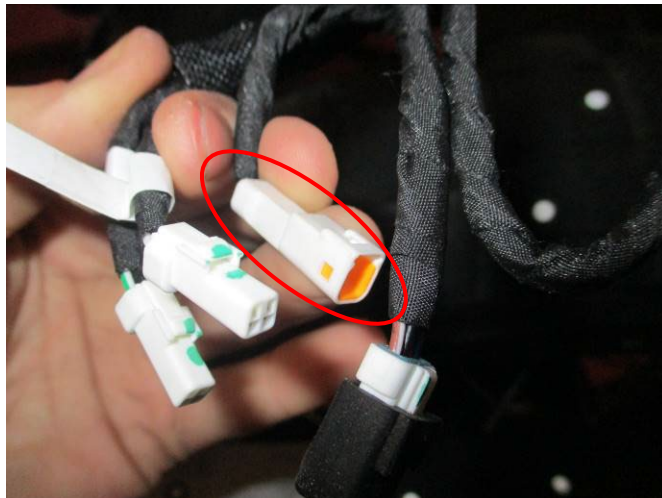

Abbildung 2
- Der Verbinder für die original Kennzeichenbeleuchtung ist in **Abbildung 2** gekennzeichnet.
- Verbinden Sie den CON0014-Adapter (**Artikel 4**) mit den LA0002 (**Artikel 3**) Verbindungen, dann verbinden Sie den übrigen, männlichen Verbinder des CON0014 Adapters mit dem weiblichen Verbinder, der in **Abbildung 2** abgebildet ist.